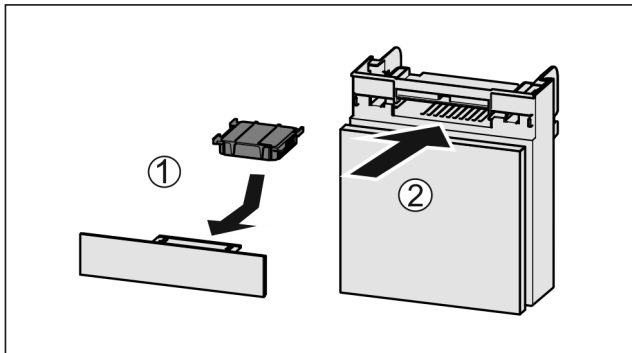

Fig. 99
- ▶ Aktivkohlefilter nach Abbildung einsetzen Fig. 99 (1).
- ▶ Fach einschieben Fig. 99 (2).